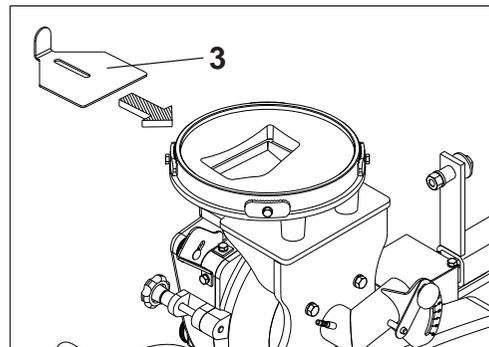
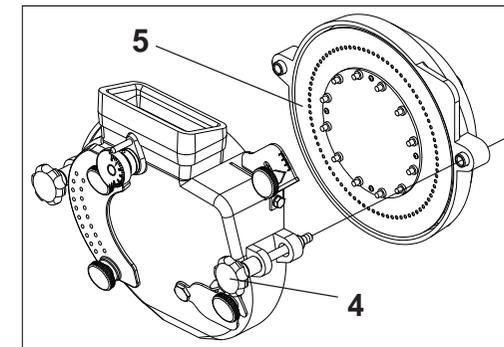

FIGURA 66
FIGURA 67
- Abra a comporta (2) do distribuidor e puxe a chapa (3) do depósito. (FIGURA 66)
- Feche novamente a comporta (2) e a chapa (3).
- Em seguida solte o puxador da tampa (4), retirando-a por completo e o disco perfurado de inox (5). (FIGURA 67)